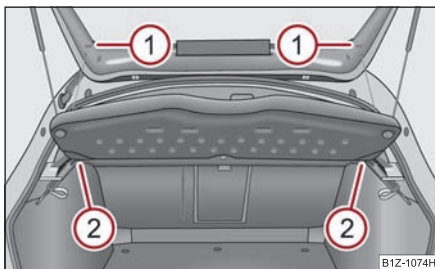

Fig. 98 Demontarea raftului din portbagaj
- Desprindeți benzile de susținere de pe capacul portbagajului ① ⇒ fig. 98.
- Scoateți raftul din suportul ② orizontal în spate.
- La montare împingeți mai întâi masca în suportul ② și apoi prindeți benzile de susținere ① de capacul portbagajului.